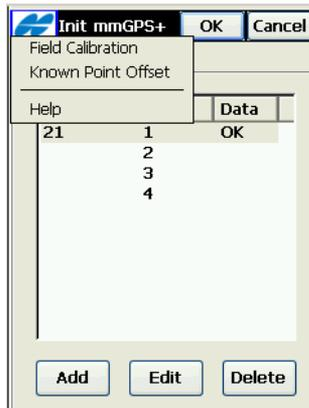
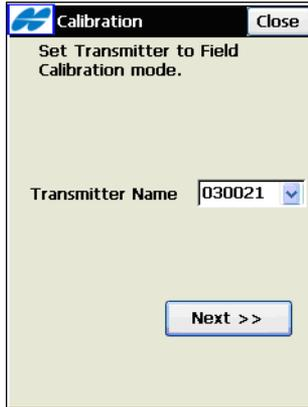

Abbildung A-13. Öffnen der Feldkalibrierung
Abbildung A-14. Auswählen des zu kalibrierenden Senders
3. Tippen Sie nach dem Verbinden von Feldrechner und Sensor auf **GPS einricht**. ▶ **Init mmGPS**. Der Bildschirm **Init mmGPS+** erscheint (Abbildung A-13).
4. Tippen Sie im Fenster **Init mmGPS+** auf das Logomenü oben links und dort auf **Feldkalibrierung** (Abbildung A-13). Das Fenster **Kalibrierung** (Abbildung A-14 auf Seite A-10) erscheint.
5. Wählen Sie im **Kalibrierungsfenster** den zu kalibrierenden Laser in der Liste *Lasersname* und tippen Sie auf **Weiter** (Abbildung A-14).